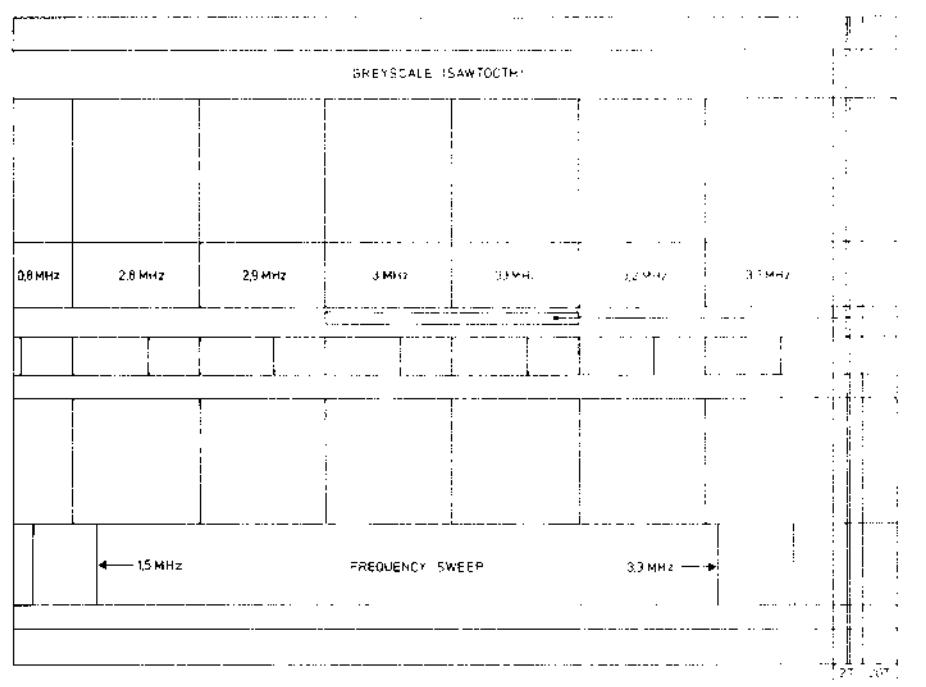

Fig. 3
- 3309 dahin einstellen, dass die Störungen (grober Rausch) in Fläche A (siehe Bild 3) während des "Drop-out"-Testsignals gerade verschwinden.